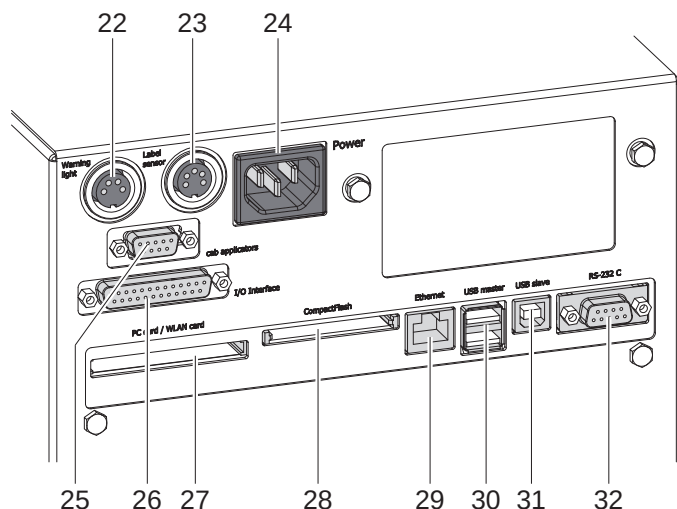

Figura 4 Collegamenti – versione con interfaccia cab-I/O
2. Inserire il cavo di rete nella presa (24 / Figura 4/5) .